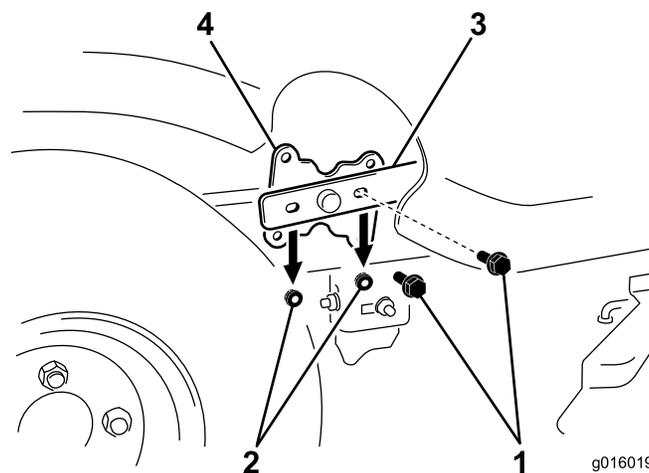

Figure 2
1. Sous le carénage droit, localisez le bras de relevage et le levier de relevage (Figure 2).
2. Retirez les fixations du bras de relevage sur la face du levier de relevage (Figure 2).